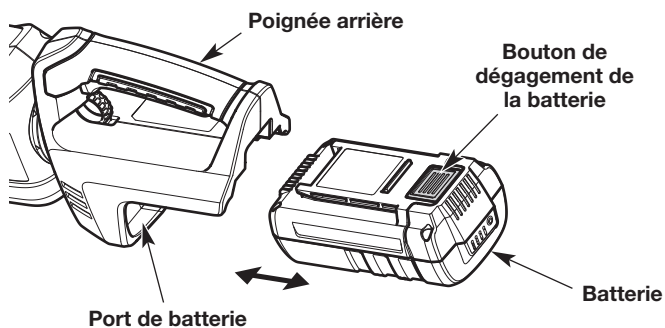

Fig. 5
1. Saisissez fermement la poignée arrière (Fig. 5). **NE serrez PAS** la détente. Reportez-vous à la rubrique *Démarrage et arrêt*.
2. Insérez la batterie en la faisant glisser dans le port de la batterie (Fig. 5). Poussez fermement la batterie jusqu'à ce que le loquet de la batterie s'enclenche (Fig. 5). Vous devriez entendre un « clic ».
2. Appuyez sur le loquet de la batterie pour la déverrouiller (Fig. 5).
3. Retirez la batterie du port de la batterie (Fig. 5).